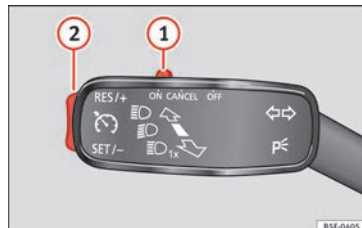

Abb. 170 Blinker- und Fernlichthebel: Schalter und Wippe für die Geschwindigkeitsregelanlage
- Bewegen Sie den Schalter » **Abb. 170 ①** nach links auf die Position **ON**.
- Drücken Sie den unteren Teil der Wippe **SET- » Abb. 170 ②** einmal kurz, wenn die zu speichernde Geschwindigkeit erreicht worden ist.
- Drücken Sie auf den oberen Teil der Wippe **RES+ » Abb. 170 ②**, um die Geschwindigkeit zu erhöhen. Solange Sie die Wippe gedrückt halten, beschleunigt das Fahrzeug. Sobald Sie die Wippe loslassen, wird die neue Geschwindigkeit gespeichert.
- Drücken Sie auf den unteren Teil der Wippe **SET- » Abb. 170 ②**, um die Geschwindigkeit zu verringern. Solange Sie die Wippe gedrückt halten, verringert das Fahrzeug durch automatische Gaswegnahme die Geschwindigkeit. Sobald Sie die Wippe loslassen, wird die neue Geschwindigkeit gespeichert.
Wenn Sie die gespeicherte Geschwindigkeit durch Treten des Bremspedals verringern, wird die Geschwindigkeitsregelanlage deaktiviert. Sie können durch einmaliges Drücken des oberen Teils der Wippe **RES+ » Abb. 170 ②** die Regelung wieder aufnehmen.
- Wenn der Schalter **①** ohne einzurasten in Richtung **OFF** verschoben wird.
Zur Wiederaufnahme der Regelung lassen Sie das Brems- bzw. Kupplungspedal los oder reduzieren Sie die Fahrzeuggeschwindigkeit auf unter 180 km/h (112 mph) und drücken einmal den oberen Teil der Wippe **RES+ » Abb. 170 ②**.
Durch Verschieben des Schalters »» Abb. 170